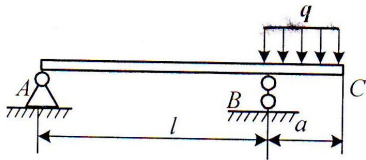

图 1-5
5. 外伸梁受力如图 1-5 所示，该梁 C 点的挠度为\_\_\_\_\_，转角为\_\_\_\_\_。